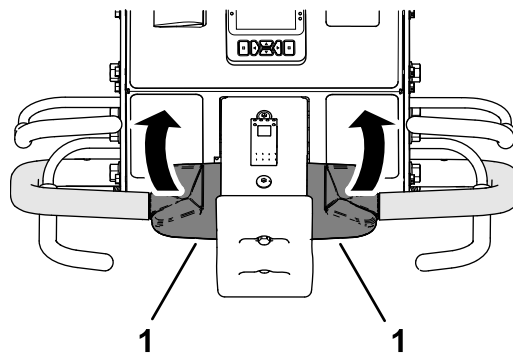

図 38
3. オペレータベイルとエアレーションベイルを握った状態で、走行コントロールの上部を後方に回転させる 図 38。